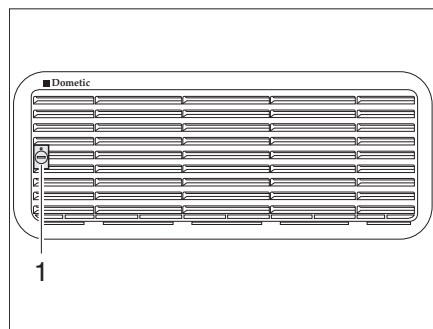
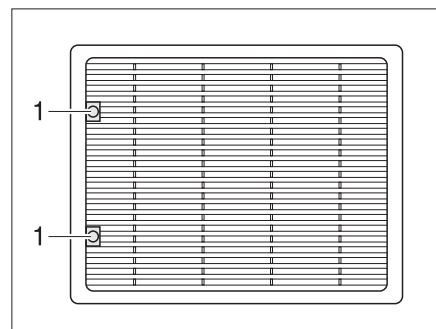

Fig. 264 Grille d'aération du réfrigérateur (Dometic petit)
Fig. 265 Grille d'aération du réfrigérateur (Dometic grand)
- Tourner la vis (Fig. 264,1 ou Fig. 265,1) d'un quart de tour à l'aide d'une pièce de monnaie.